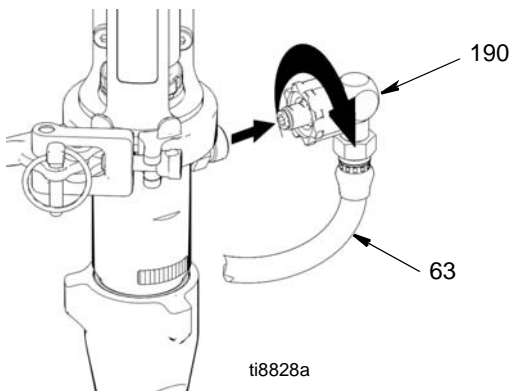

FIG. 14
4. (Fig. 14) Ta maleslangens koping (190) og maleslangen (63) av pumpekoplingen.